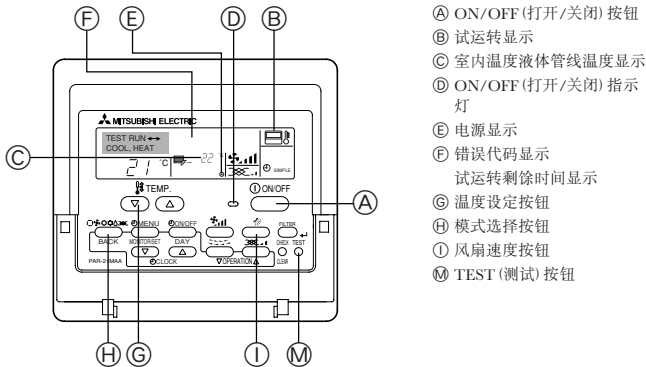

Fig. 8-1
8.2. 运行测试 (使用有线遥控器) (Fig. 8-1)
- ① 试运转前, 请打开电源至少12小时。
- ② 按[TEST] (测试) 按钮两次。→“试运转”液晶体显示
- ③ 按[Mode selection] (模式选择) 按钮。→确保空气由本机吹出。
- ④ 按[Mode selection] (模式选择) 按钮并切换至冷却 (或加热) 模式。→确保吹出冷 (或暖) 风。
- ⑤ 按[Fan speed] (风扇速度) 按钮。→请确定转移风扇速度。
- ⑥ 检查室外机组风扇操作。
- ⑦ 按[ON/OFF] (打开/关闭) 按钮释放试运转。→停止
- ⑧ 记录电话号码。